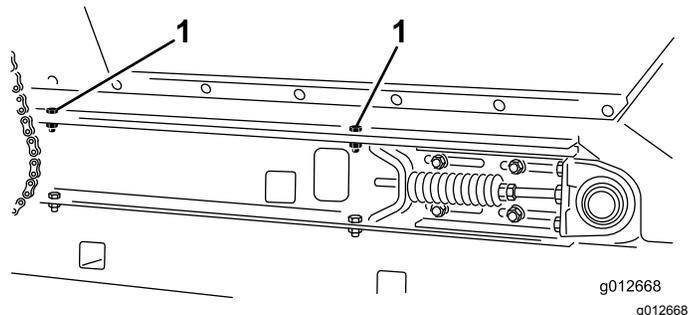

Рисунок 31
4. С каждой стороны машины прикрепите бункер к балкам подвижной рамы (Рисунок 31) с помощью 2 болтов, 2 шайб и 2 контргаек, снятых при выполнении действий, описанных в разделе Снятие подвижной плиты (страница 26).